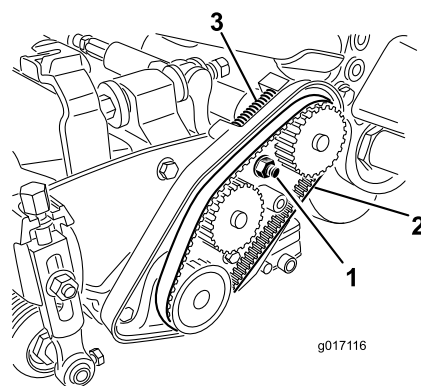

Figura 48
- A. Desaperte a porca de montagem da caixa de mancal (**Figura 48**).
- C. Limpe quaisquer detritos do interior do compartimento da correia e que estejam em redor da mola de compressão (Figura 48).